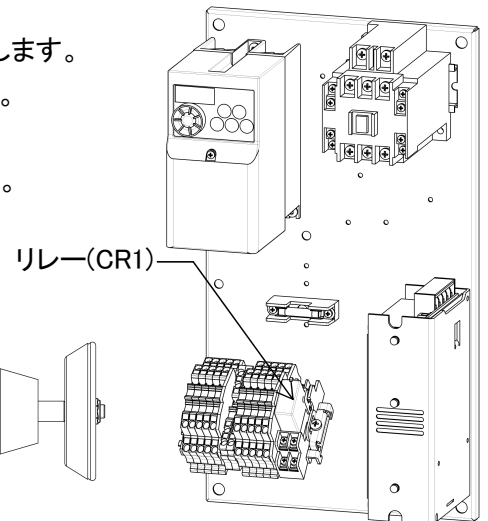

図 8-14
3) 排水弁の動作確認 (図 8-14、15)
- ・⑱蝶ナットを緩め、⑰掃除口フタと⑯掃除口フタパッキンを外します。